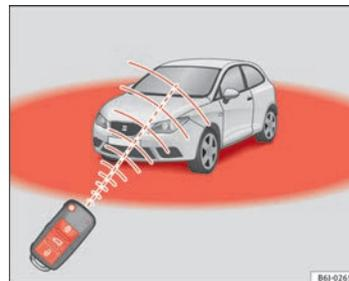

Abb. 46 Wirkungsbereich der Funk-Fernbedienung
Zudem blinkt die Batterie-Kontrollleuchte des Schlüssels ⇒ Abb. 46 auf.
- Die Funk-Fernbedienung funktioniert nur innerhalb ihres Wirkungsbereiches ⇒ Abb. 46.